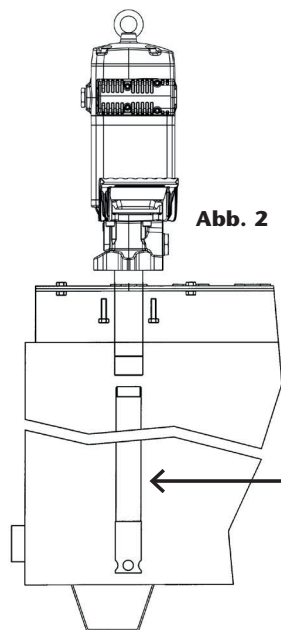

Abb. 2
- b. Direkte Montage auf Fass oder Spülkasten (siehe Abb. 2). Schrauben Sie das entsprechende Verlängerungsrohr an die Pumpe (siehe Abb. 2). Führen Sie den Schlauch durch die Innenseite des Fasses/ Tankdeckels. Schrauben Sie die Pumpe mit M10-Schrauben (4 Löcher mit einem Durchmesser von 112 mm in der Mitte) an den Deckel.